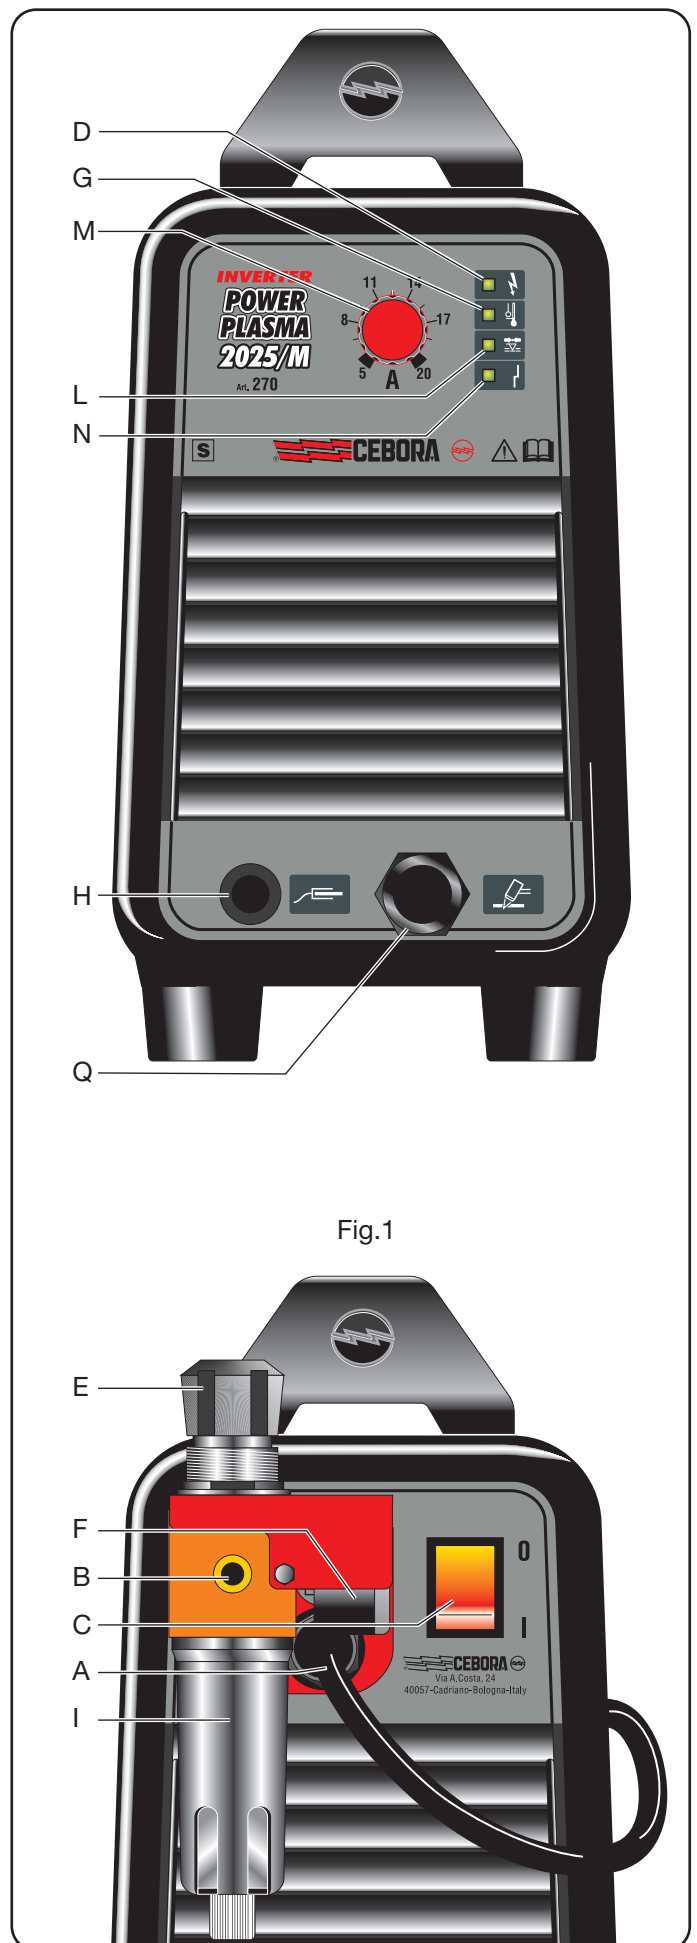

Fig.1
1) Para evitar sobrecargas durante o corte. É evidenciada pelo acendimento do sinalizador **G**. (veja fig.1).
Colocada na alimentação da tocha para evitar que a pressão de ar seja insuficiente. É evidenciado pelo acendimento do sinalizador **L** (veja fig.1).